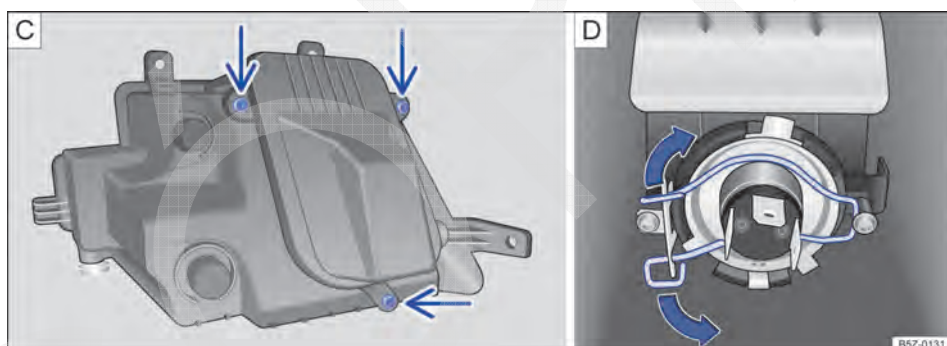

Fig. 177 No para-choque dianteiro: **C**) retirar os parafusos da cobertura da lâmpada e **D**) lâmpada do farol de neblina.
6. Retirar os parafusos indicados pelas setas → Fig. 177 C, para acessar a lâmpada do farol de neblina.
8. Comprimir a mola de travamento no sentido da seta e deslocá-la para destravar a lâmpada → Fig. 177 D.
13. Recolocar o conector de alimentação e inserir cuidadosamente o farol de neblina no alojamento do para-choque → ❶.